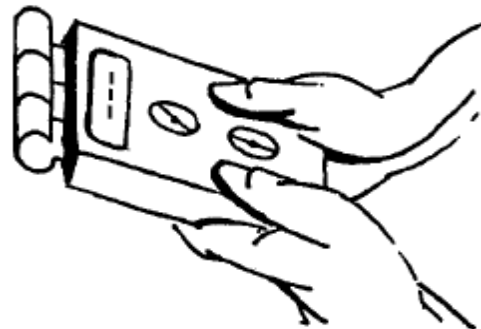

Fig. 1
Legen Sie den oberen Schalter von OFF zu SETTINGS CHECK um. Die Diode WOOD wird aufleuchten. Der LCD Bildschirm wird die Dichte und Stärke anzeigen, die bei vorangegangenen Messungen voreingestellt wurden. (z.B. 0.56 und 42). Halten Sie das Gerät in die Luft (Fig. 1), legen Sie den oberen Kontrollschalter
- halten Sie das Gerät in die Luft (Fig. 1) und legen Sie den oberen Schalter um zu MEASURE. Das Gerät wird sich automatisch kalibrieren. (das Display zeigt - - -) an. Das Ende der Messung wird mit der Nummer 4.0 (dem unteren Messbereich) angezeigt.
Legen Sie den oberen Schalter von OFF zu SETTINGS CHECK um. Die Diode BUILD.MAT wird aufleuchten. Der LCD Bildschirm wird die Dichte und Stärke anzeigen, die bei vorangegangenen Messungen voreingestellt wurden. (z.B. 1.6 und 50). Halten Sie das Gerät in die Luft (Fig. 1), legen Sie den oberen Kontrollschalter zu MEASURE um. Das Gerät wird sich automatisch kalibrieren. (das Display zeigt - - -). Das Ende der Kalibrierung wird mit der Nummer 00.0 auf dem LCD angezeigt (der untere Messbereich). Das Gerät ist bereit für die Messungen.